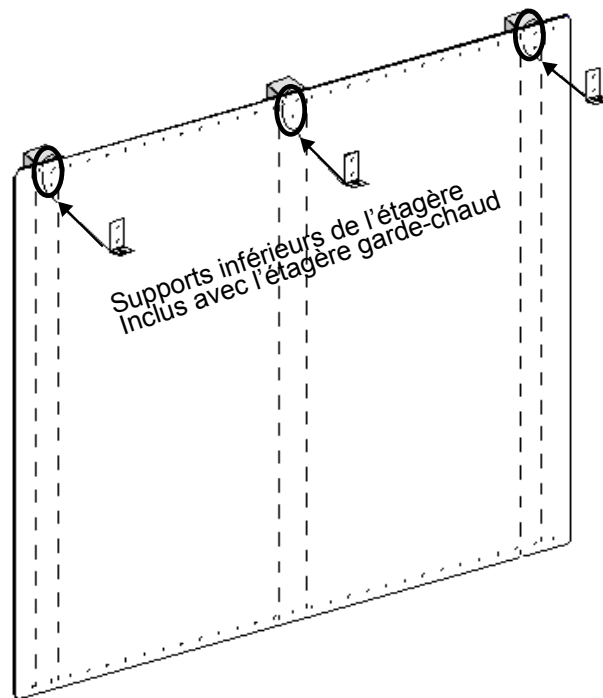

Figure 21: Dossieret de protection avec étagère garde-chaud
3. À l'endroit indiqué sur la Figure 21 fixez les supports inférieurs fournis avec l'étagère garde-chaud à travers le dossieret de protection, dans les montants de cloison.